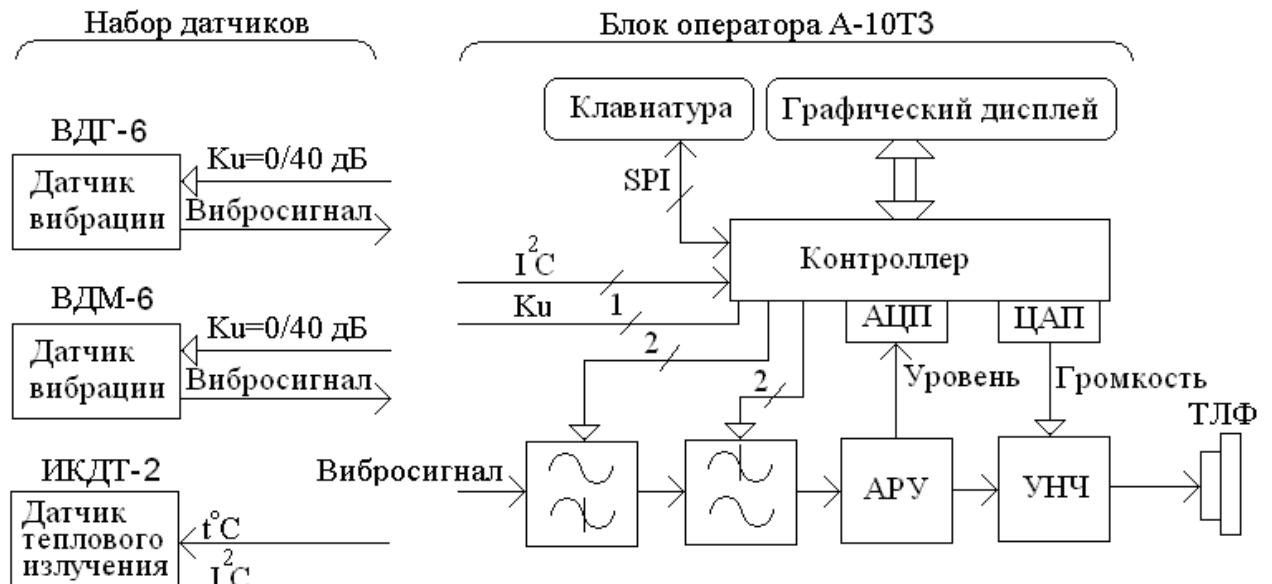

Рис.8. Структурная схема течеискателя А-10Т3
1.4.3. Структурная схема течеискателя А-10Т3 приведена на рис.8. Течеискатель имеет раздельные каналы обработки вибrosигнала и измерения температуры. При подключении одного из вибродатчиков ВДГ-6, ВДМ-6 работает только канал обработки вибrosигнала. При подключении датчика ИКДТ-2 работает канал измерения температуры.